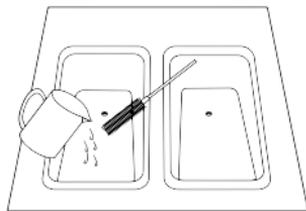

图18
- 3、清洗时，将约5L消毒清洗溶液注入存料盆之中，拔除膨化管，使清水快速进入到缸体之中，同时，使用适当的毛刷将膨化管、进料管、存料盆清洗干净。（见图18、19）